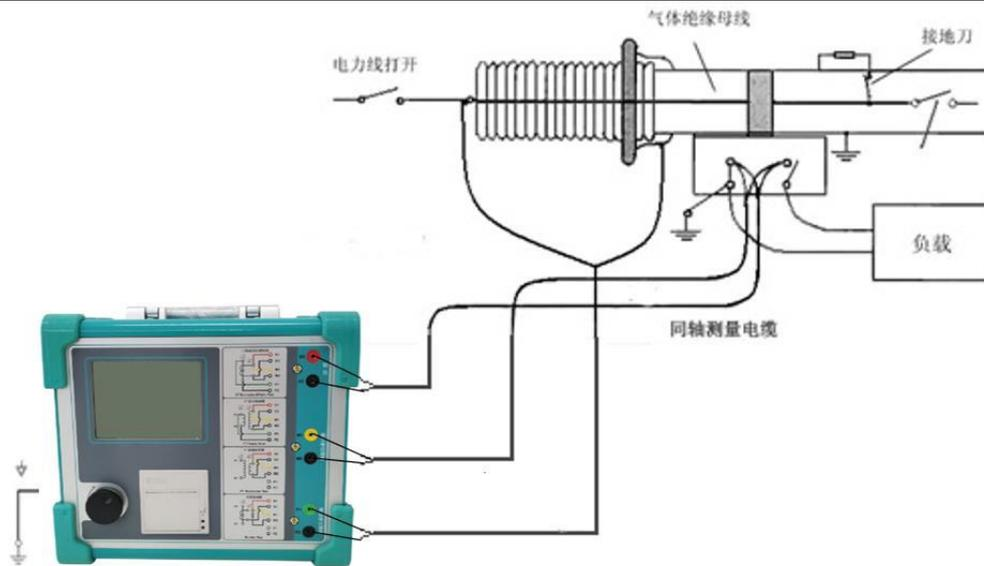

图 C.4 测试仪对 GIS（SF6）开关上的 CT 测试时的接线方式
4. 测试仪在对 GIS (SF6) 开关上的 CT 测试时的接线方式如图 C.4 所示。